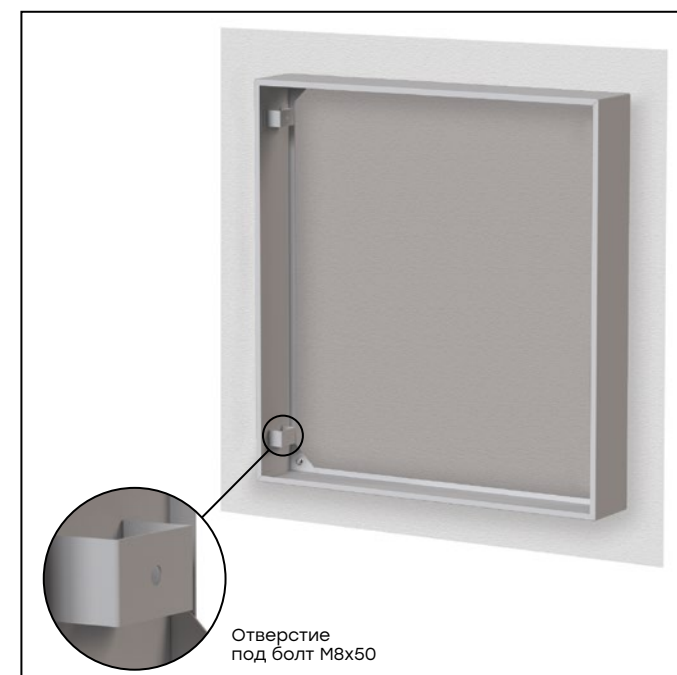

Рис. 8
3.1 С помощью строительных инструментов и приспособлений надежно закрепите Кожух щита этажного на стене (Рис. 8).